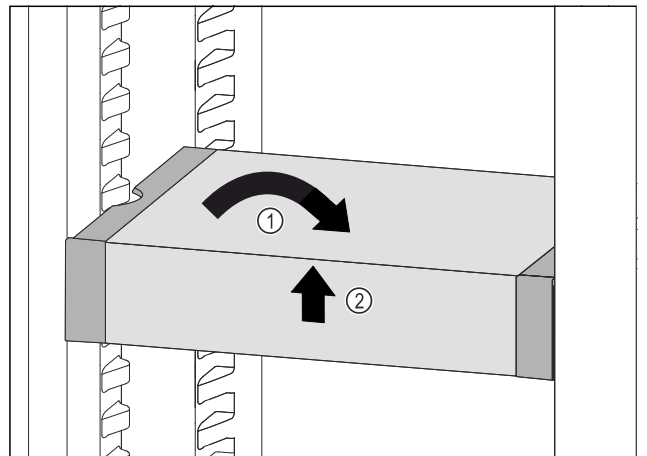

Fig. 85
- Collocare VarioSafe in maniera dritta. Fig. 85 (1)
- Sollevare VarioSafe dal lato anteriore. Fig. 85 (2)